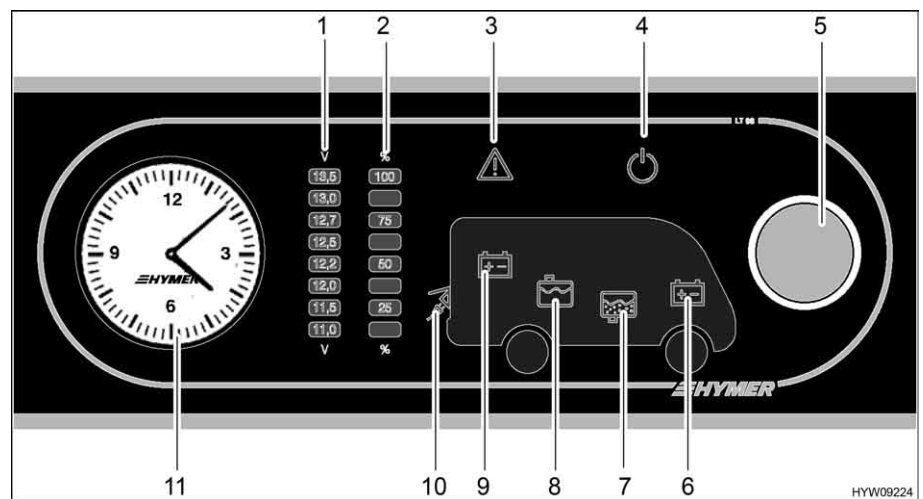

Fig. 88 Pannello di controllo (LT 98)
Il pulsante a rotazione (Fig. 88,5) inserisce o disinserisce il pannello di controllo e l'alimentazione a 12 V dell'abitacolo.
*Accensione:* ■ Premere il pulsante a rotazione (Fig. 88,5): L'alimentazione a 12 V dell'abitacolo è inserita. La spia di controllo a 12 V (Fig. 88,4) diventa verde.
*Spegnimento:* ■ Premere il pulsante a rotazione (Fig. 88,5): L'alimentazione a 12 V dell'abitacolo è disinserita. La spia di controllo a 12 V (Fig. 88,4) si spegne.
Mediante il pulsante a rotazione (Fig. 88,5) si possono interrogare sia la tensione della batteria dell'abitacolo che la tensione della batteria di avviamento. La tensione viene visualizzata sulla scala indicatore per la tensione della batteria (Fig. 88,1).
*Indicazione:* ■ Ruotare il pulsante a rotazione (Fig. 88,5), finché si accende il simbolo della batteria della quale deve essere interrogata la tensione.
Viene indicata la tensione della batteria dell'abitacolo (Fig. 88,9)
Viene indicata la tensione della batteria di avviamento (Fig. 88,6)
- Leggere la tensione sulla scala indicatore della tensione della batteria (Fig. 88,1).
Mediante il pulsante a rotazione (Fig. 88,5) si possono interrogare sia il livello del serbatoio dell'acqua che il livello del serbatoio delle acque grigie. Il livello viene visualizzato sulla scala indicatore livello dei serbatoi (Fig. 88,2).
- Ruotare il pulsante a rotazione (Fig. 88,5), finché si accende il simbolo del serbatoio del quale deve essere interrogato il livello.
Viene indicato il livello del serbatoio dell'acqua (Fig. 88,8)
Viene indicato il livello del serbatoio delle acque grigie (Fig. 88,7)
- Leggere il livello sulla scala indicatore del livello serbatoio (Fig. 88,2).
La spia luminosa Alarm (Fig. 88,3) lampeggia non appena i valori limite fissati vengono superati per eccesso o per difetto.
La spia luminosa Alarm (Fig. 88,3) lampeggia non appena la tensione della batteria scende al di sotto di 11 V. Se l'alimentazione a 12 V è accesa, si accende anche il relativo simbolo della batteria (Fig. 88,6 o 9), e l'indicatore "11,0" sulla scala indicatore della tensione della batteria (Fig. 88,1) lampeggia. Rischio di uno scaricamento totale della batteria.
La spia luminosa Alarm (Fig. 88,3) lampeggia ed il relativo simbolo del serbatoio (Fig. 88,7 o 8) si accende non appena il serbatoio dell'acqua è vuoto o il serbatoio delle acque grigie è pieno.
La spia di controllo a 230 V (Fig. 88,10) si accende quando all'ingresso della centralina elettrica è presente una tensione di rete.